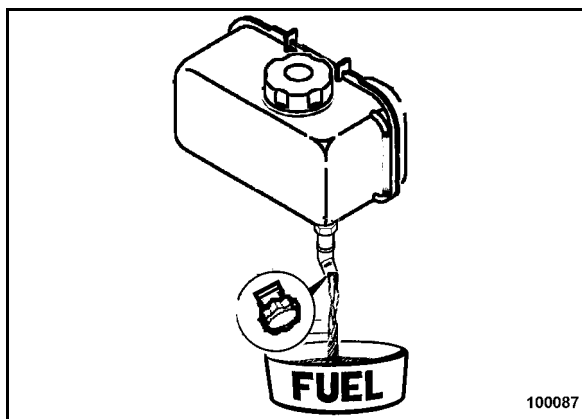

рис. 57
- Выкрутить расположенную под топливным баком сливную резьбовую пробку (рис. 57).